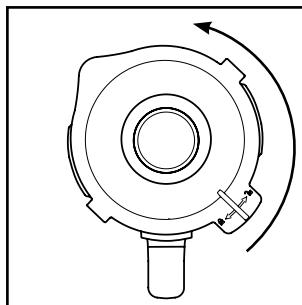

Fig. 1
- 1) Détachez le bol mixeur ③ tout droit vers le haut du bloc moteur ⑥.
- 2) Retirez le couvercle ② en le tournant dans le sens anti-horaire en direction de la position (voir fig. 1), jusqu'à pouvoir le retirer par le haut.
- 3) Remplissez le bol mixeur ③ au minimum jusqu'au trait inférieur de la graduation ① et au maximum jusqu'au repère MAX. Pour d'excellents résultats, nous recommandons les quantités maximales suivantes :